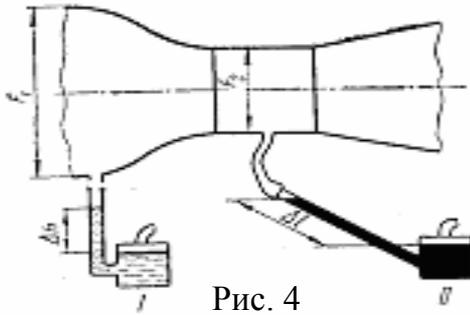

Рис. 4
26. В аэродинамической трубе больших дозвуковых скоростей установлены два манометра (рис.4): I - спиртовый, вертикальный, измеряющий разность между давлениями в форкамере и в рабочем помещении, и II - ртутный, с наклоном трубки 30 градусов, измеряющий разность давлений в рабочей части трубы и в помещении.